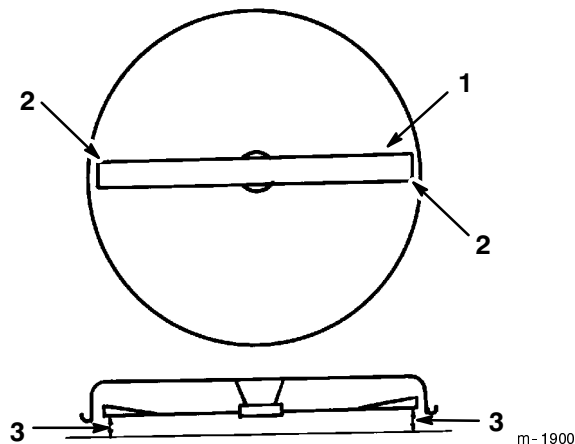

Figure 44
4. Placer prudemment la lame dans le sens transversal (Fig. 44). Mesurer la hauteur des arêtes de coupe extérieures de chaque côté par rapport au sol plat (Fig. 44). Si les deux mesures diffèrent de plus de 5 mm (3/16"), l'horizontalité transversale doit être réglée comme expliqué aux points 5 et 6.